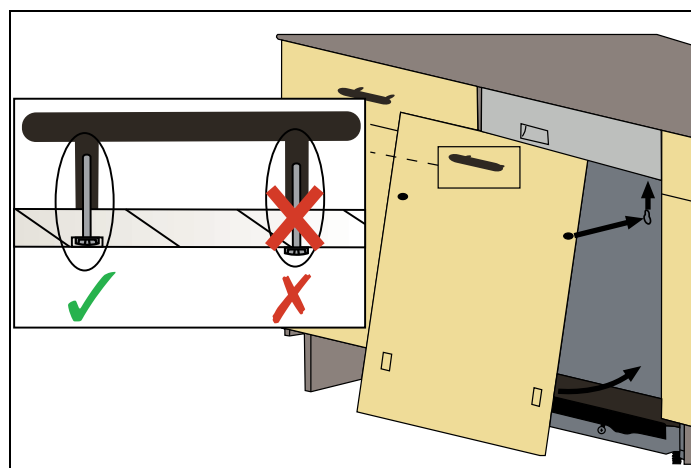

Fig. 21
- 5) Innan du monterar träluckan på diskmaskinen ska du montera handtagen på träluckan, se instruktionerna i Fig. 21 .